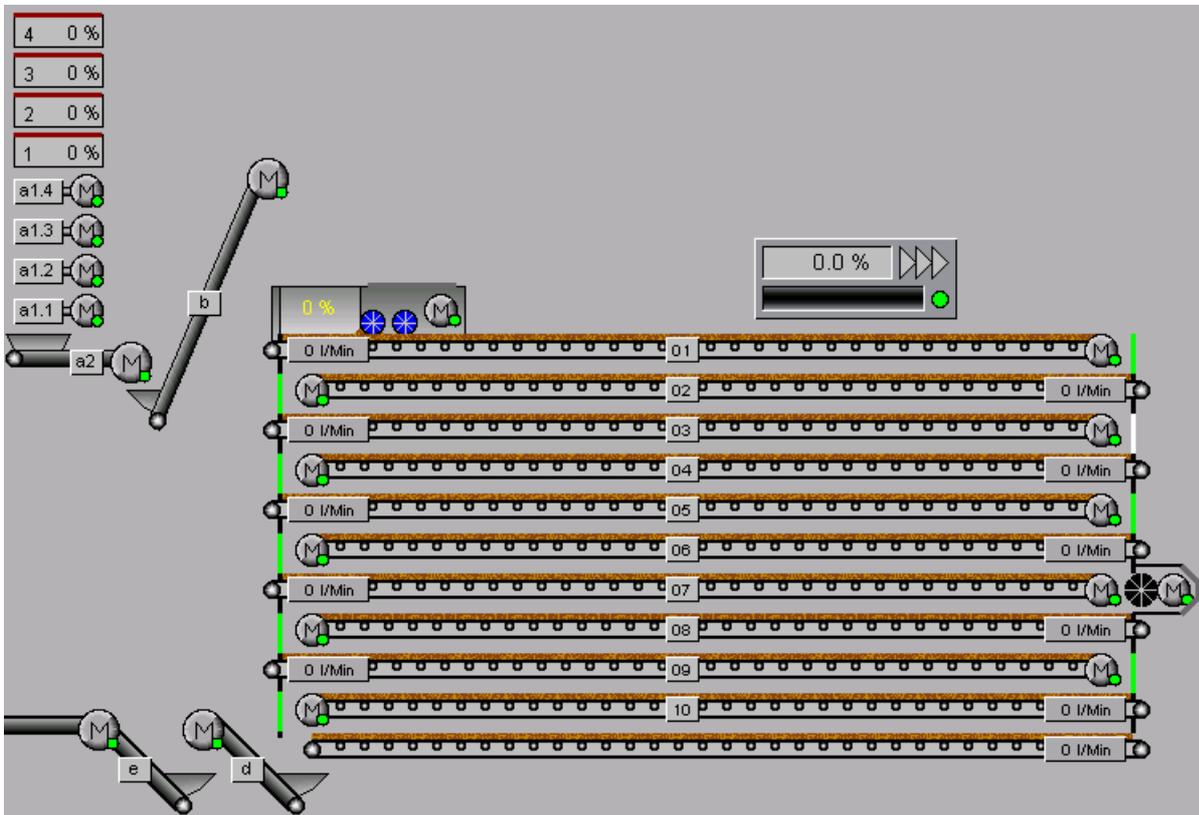

Figure 1-6 : Figure principale sécheur à bandes
- **Bandes transversales de fientes [a1.1 - a1.20] voir figure 1-6**
- **Bande d'alimentations élevées [b] voir figure 1-6**